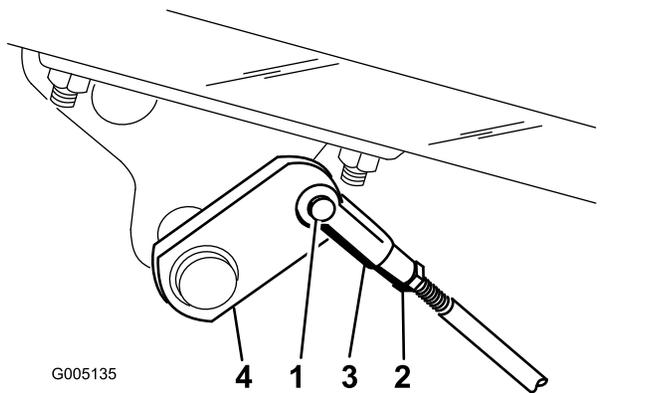

Figure 46
- A. Détachez les tiges de frein en retirant la goupille fendue et l'axe de chape (Figure 46).
- B. Desserrez l'écrou de blocage et réglez la chape (Figure 46).
- C. Montez la chape sur l'arbre de frein (Figure 46).